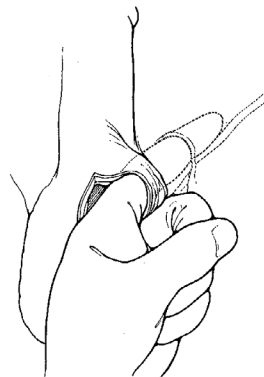

Figura 4-15a. Creazione del difetto
1. Creare un difetto nella fascia trasversale attraverso l'anello inguinale esterno (**Figura 4-15a**). Il difetto fornisce l'accesso allo spazio prevescicale. Si può trovare più facile accesso all'anello inguinale e allo spazio prevescicale con l'ausilio del piccolo divaricatore Deaver fornito nel kit divaricatori SKW. Il divaricatore va posizionato nell'anello inguinale e poi tirato verso la testa, in modo da scoprire l'anello inguinale. Una volta creata la tasca nello spazio prevescicale, posizionare con il dito il serbatoio nella sede.